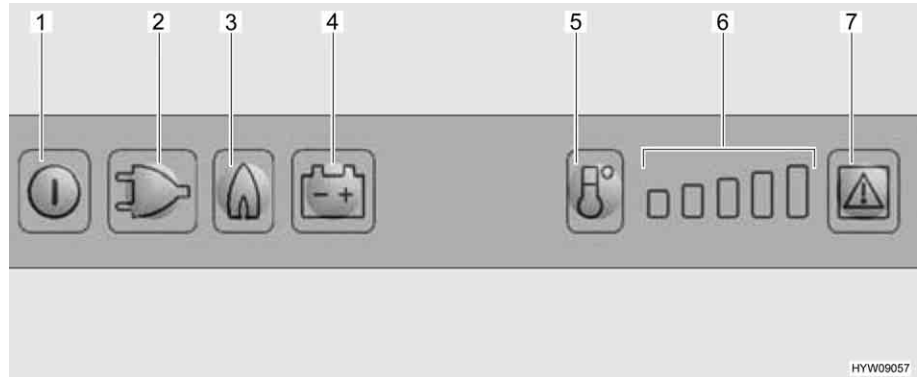

Bild 176 Bedienelemente für den Kühlschrank
- Taste Ein/Aus (Bild 176,1) etwa 2 Sekunden lang drücken. Der Kühlschrank schaltet sich ein. Die Taste der zuletzt gewählten Betriebsart leuchtet auf.
- Ggf. Taste für die Betriebsart "Gas" (Bild 176,3) drücken. Die Taste leuchtet auf. Die Gaszufuhr ist geöffnet. Der Zündvorgang erfolgt automatisch. Ein tickendes Geräusch ist hörbar, bis der Zündvorgang erfolgreich abgeschlossen ist.
- Kühltemperatur mit der Taste Temperaturstufenwahl (Bild 176,5) einstellen.
- Ggf. Taste Betriebsart "230 V" (Bild 176,2) drücken. Die Taste leuchtet auf.
- Ggf. Taste Betriebsart "12 V" (Bild 176,4) drücken. Die Taste leuchtet auf.